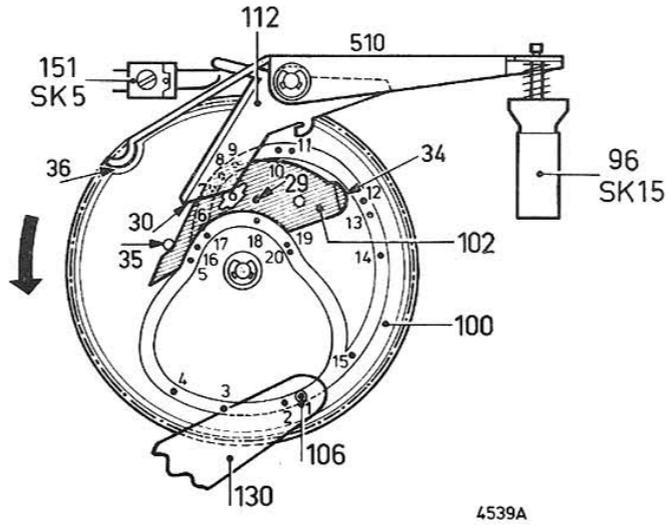
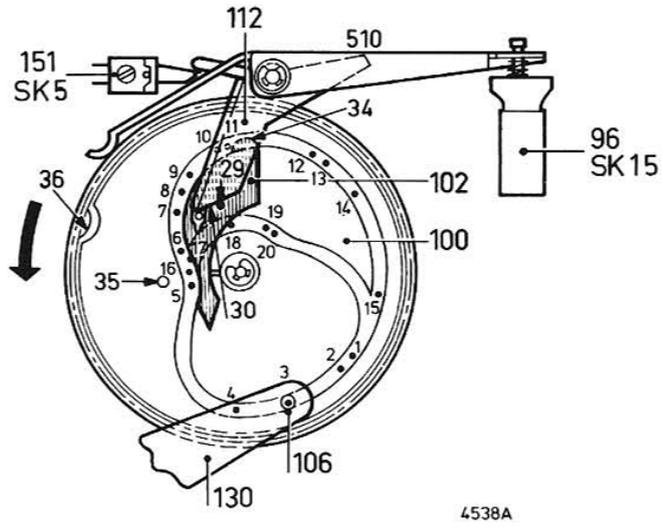
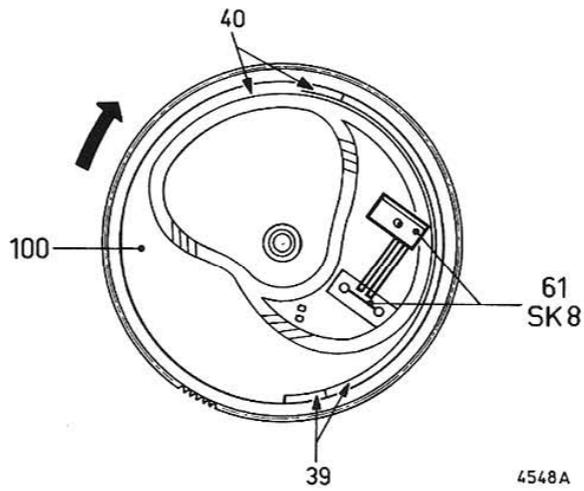
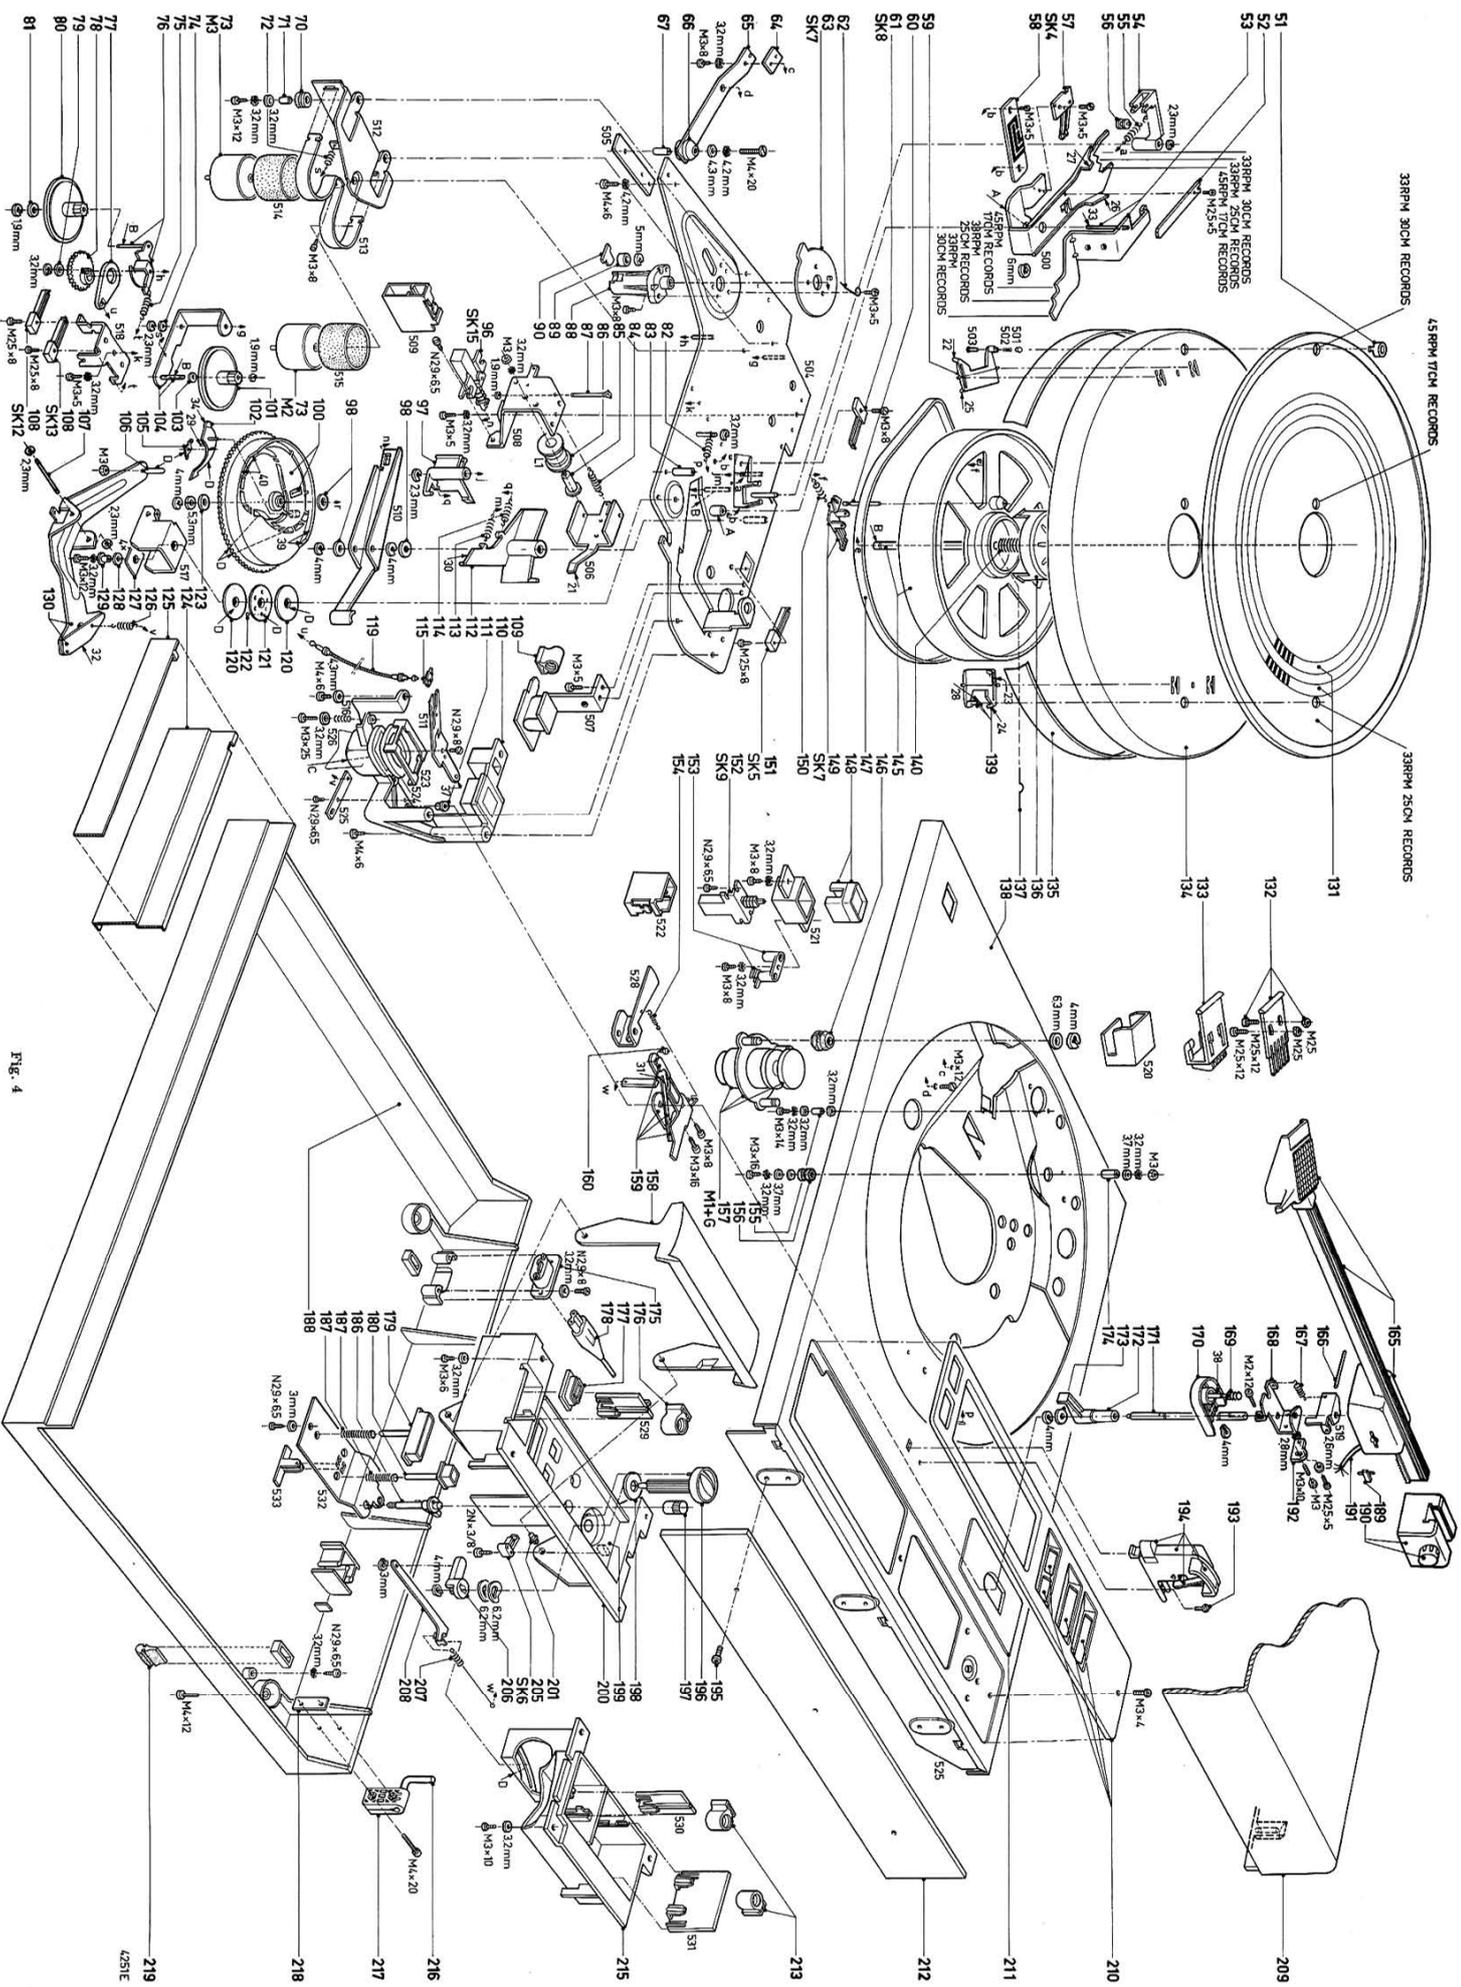

Fig. 1
Fig. 2
Fig. 3
Fig. 4
Wir gehen davon aus, dass das Gerät in Stellung 33 U/min dreht. Durch Drücken von SK3 erhält die Basis von TS426 über R541 eine negative Spannung, so dass TS426 leitet. TS428 leitet nicht mehr und M1 stoppt. TS432 leitet wieder, so dass an TS444 über R586-C747 und D476 eine negative Spannung geführt wird. TS444 wird gesperrt. TS445 wird leitend und M2 (73) fängt an sich zu drehen. Auch TS458 leitet wieder, so dass das TA-Signal während des Stopzyklus kurzgeschlossen wird. Die Ausgangssituation von Kommandoscheibe 100 auf Abb. 1 ist auch die Situation für den Stopzyklus. Kommandoscheibe 100 dreht sich über Zwischenrad 101. Nachstehend folgt eine Aufzählung der Befehle, die die Kommandoscheibe 100 während des Stopzyklus erteilt: In der Stopbahn der Kommandoscheibe sind die Stellungen 1-5 und 16-20 angegeben, die Stift 106 für den Stopzyklus einnehmen muss. Wenn das Gerät in Stellung 45 U/min dreht, ist die Wirkungsweise dieselbe.
1. Stift 106 von Kommandobügel 130 steht in seiner Ausgangsposition (Abb. 1)
2. Bügel 510 kommt aus Einschnitt 36 der Kommandoscheibe 100. Dieser Bügel 510 betätigt SK15 (96), so dass dieser geschlossen wird (Abb. 2). Für die Funktion von SK15 (96) siehe Punkt 2 des Start-Aufsetzzyklus. Kommandobügel 130 mit Friktionsplatte 32 wird angehoben (Abb. 4).
3. Friktionsplatte 32 von Kommandobügel 130 stösst gegen Blattfeder 31 des kompletten Bügels 159 (Abb. 4). Der Tonarm 165 wird angehoben, was durch eine Erhebung der Bahn in der Kommandoscheibe verursacht wird.
Tonarm 165 wird über Blattfeder 31 des kompletten Bügels 159 durch Friktionsplatte 32 von Kommandobügel 130 nach aussen bewegt, und zwar in Richtung Tonarmstütze 194 (Abb. 4).
5. Anschlagbügel 53 hebt sich, da Achse 33 dieses Bügels über Erhebung 39 an der Unterseite der Kommandoscheibe 100 läuft (Abb. 3 und 4).
19. Anschlagbügel 53 hebt sich wieder über Vertiefung 40 an der Unterseite der Kommandoscheibe (Abb. 3 und 4).
1. SK8 (61) wird wieder kurz geschlossen, so dass M2 (73) stoppt. Bügel 510 gelangt in Einschnitt 36 der Kommandoscheibe 100 und SK15 öffnet sich. Die Ausgangsstellung gemäss Abb. 1 ist erreicht. Diese Stellung ist gleichzeitig die Ausgangsstellung für den Startzyklus.
- M2 (73) stoppt. Dies bedeutet, dass TS458 auch nicht mehr leitet und das TA-Signal nicht mehr kurzgeschlossen ist.
• LIFT (Abb. 4, 5)
B. Mechanischer Teil (Abb. 4).
TS448 in Betrieb kommt und M2 (73) sich dreht. TS458 wird jetzt über R635 und D488 ebenfalls leitend, so dass die Reedrelais L482 und L483 erregt werden. SK16 und SK17 schliessen sich, so dass das TA-Signal während des Aufsetzzyklus kurzgeschlossen wird. Die Kommandoscheibe 100 wird jetzt durch M2 (73) über Zwischenrad 101 angetrieben. Weil Relais L1 (86) kurz erregt wurde, kamen die Bügel 97 und 112 frei. Bügel 112 gerät in eine derartige Stellung, dass Kante 30 von Bügel 112 während des Drehens von Kommandoscheibe 100 gegen Achse 29 von Steuerplatte 102 kommt und diese umkippt. Abbildung 1 zeigt die Ausgangssituation der Kommandoscheibe 100 mit Steuerplatte 102, wobei SK5 (151) geöffnet ist und Bügel 510 und Stift 106 von Kommandobügel 130 sich in ihren Ausgangsstellungen befinden. Abbildung 2 zeigt die Situation, nachdem Relais L1 (86) erregt wurde. Hierbei war SK5 (151) geschlossen, Steuerplatte 102 bereits umgekippt; Bügel 510 hatte eine bestimmte Stellung eingenommen und Stift 106 von Kommandobügel 130 stand bereits in Stand 3 der Bahn in der Kommandoscheibe. Nachstehend folgt eine Aufzählung der Befehle, die die Kommandoscheibe während des Aufsetzzyklus gibt. In der Aufsetzbahn der Kommandoscheibe sind die Stellungen 1-15 angegeben, denen Stift 106 vor dem Aufsetzzyklus folgt. Abbildung 3 zeigt die Situation der Unterseite der Kommandoscheibe.
1. Stift 106 von Kommandobügel 130 befindet sich in seiner Ausgangsstellung (Abb. 1).
2. Bügel 510 kommt aus Einschnitt 36 der Kommandoscheibe 100. Dieser Bügel 510 betätigt SK15 (96), so dass dieser geschlossen wird (Abb. 1, 2 und 4). Wird Netzschalter SK9 (152) während des Aufsetzzyklus ausgeschaltet, dann sorgt Parallelschalter SK15 (96) dafür, dass der Aufsetzzyklus abgewickelt wird. Kommandobügel 130 mit Friktionsplatte 32 wird angehoben (Abb. 4).
3. Steuerplatte 102 wird durch Seite 30 von Bügel 112 umgekippt (Abb. 1, 2 und 4). Friktionsplatte 32 von Kommandobügel 130 stösst gegen Blattfeder 31 des kompletten Bügels 159 (Abb. 4). Tonarm 165 wird angehoben. Dies geschieht durch eine Erhebung der Bahn in der Kommandoscheibe.
5. Anschlagbügel 53 hebt sich durch Achse 33 von Anschlagbügel 53, der über Erhebung 39 von der Unterseite der Kommandoscheibe läuft (Abb. 2, 3 und 4). Tonarm 165 befindet sich in äusserster Stellung.
7. Stift 160 in Bügelzusammenstellung 159 stösst gegen Anschlagbügel 53 für 30-cm-Platten (Abb. 4).
8. Stift 160 in Bügelzusammenstellung 159 stösst gegen Anschlagbügel 53 für 25-cm-Platten (Abb. 4).
9. Stift 160 in Bügelzusammenstellung 159 stösst gegen Anschlagbügel 53 für 17-cm-Platten (Abb. 4).
12. Anschlagbügel 53 senkt sich über Vertiefung 40 an der Unterseite der Kommandoscheibe 100 (Abb. 3 und 4)
13. Nocken 35 von Kommandoscheibe 100 bringt Bügel 112 wieder in die Sperrstellung. SK5 (151) öffnet sich (Abb. 2).
1. SK8 (61) wird kurz geschlossen, so dass M2 (73) stoppt. Bügel 510 gelangt wieder in Einschnitt 36 der Kommandoscheibe 100 und SK15 öffnet sich. Die Ausgangsstellung gemäss Abb. 1 ist wieder erreicht; sie ist gleichzeitig die Ausgangsstellung für den Stopzyklus. Der Tonarm 165 ist vollständig frei um die Schallplatte abzuspielen. Während des Drehens kann der elektronische Lift benutzt werden. Das Stoppen von M2 (73) erfolgt durch kurzes Schliessen von SK8 (61). Die Basis von TS445 gerät an -10 Volt und sperrt. Auch TS458 leitet nicht mehr. Die Reedrelais L482-L483 sind nicht mehr erregt, so dass das TA-Signal nicht mehr kurzgeschlossen ist.